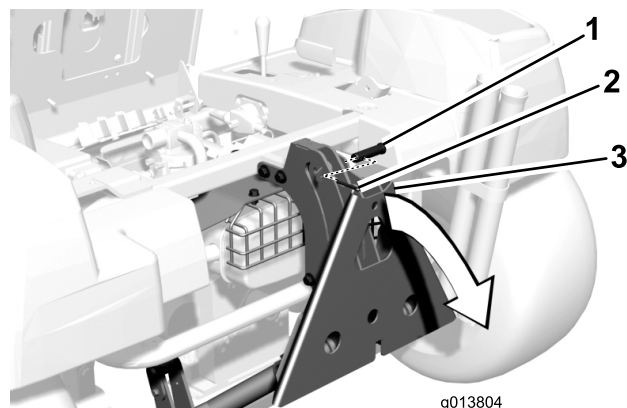

Figura 2
5. Retire el pasador y la chaveta que sujetan la pletina adaptadora del QAS a la chapa del rodillo y gire la pletina adaptadora hacia fuera (Figura 2).